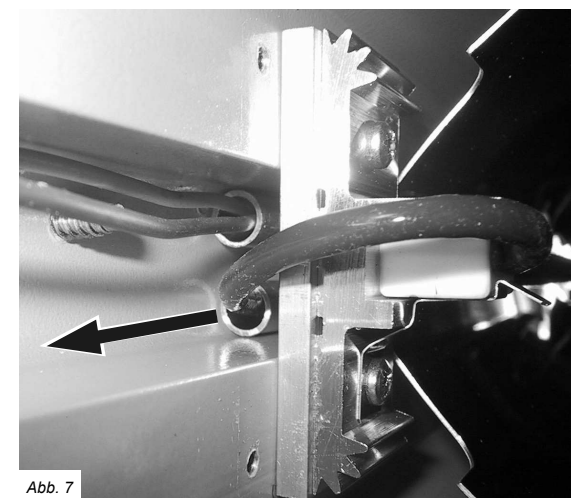

Abb. 7
9. Auf der gegenüberliegenden Seite des Heizgerätes den Heizstabsdraht vorsichtig aus der Röhre ziehen, wobei bei Heizgeräten mit Glühlampen das Lampenblech aus dem Weg zu halten ist (Abb. 7), bei Heizgeräten ohne Glühlampen ist der Draht deutlich sichtbar in der Führungsröhre.